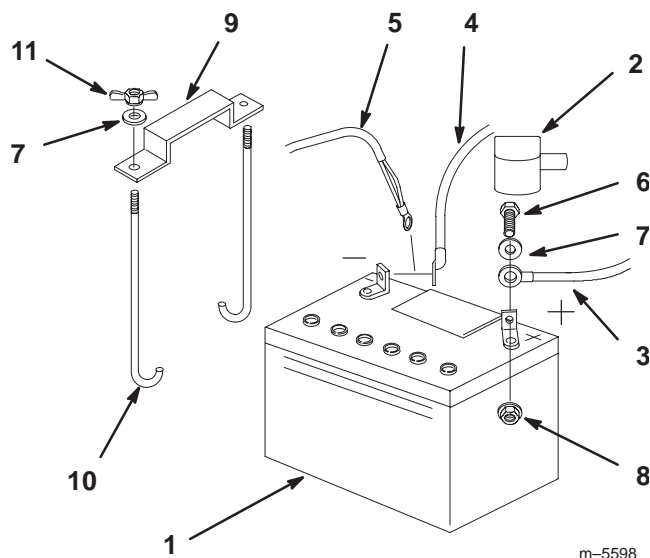

Figure 77
1. Placez la batterie dans son support en tournant les bornes vers le moteur (Fig. 77).
4. Fixez les câbles à l'aide de 2 boulons (1/4 x 3/4 pouce), 2 rondelles (1/4 pouce) et 2 contre-écrous (1/4 pouce) (Fig. 77).
6. Fixez la batterie en position avec des boulons en J, une barrette de maintien et 2 rondelles (1/4 pouce), ainsi que 2 écrous papillons (1/4 pouce) (Fig. 77).
3. Débranchez d'abord le câble négatif et le câble de masse de la borne négative (–) de la batterie (Fig. 77).
4. Ôtez le capuchon rouge de la borne positive (rouge) de la batterie. Retirez ensuite le câble positif (rouge) de la batterie (Fig. 77).
5. Retirez les deux écrous papillons (1/4") de fixation de la barrette de maintien de la batterie (Fig. 77).